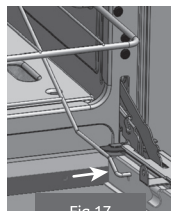

Fig.17
- Para recolocá-la, basta seguir os mesmos passos de forma inversa (Fig.17).